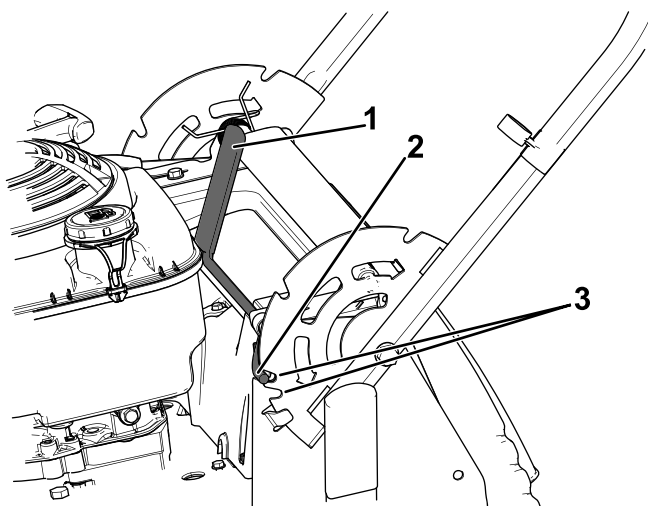

Рисунок 14
1. Потяните рычаг заперения рукоятки назад, чтобы вывести из зацепления пальцы фиксации рукоятки (Рисунок 14).
2. Поверните рукоятку и совместите требуемую прорезь в кронштейне рукоятки с пальцами фиксации рукоятки, см. Рисунок 14.